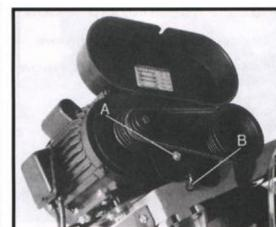

Fig. 2
5. Nasuń oslonę paska na zespoły kół pasowych i przymocuj ją śrubami i podkładki (A, rys. 2).
6. Zamknij oslonę paska i zabezpiecz ją za pomocą pokrętła blokującego (B).